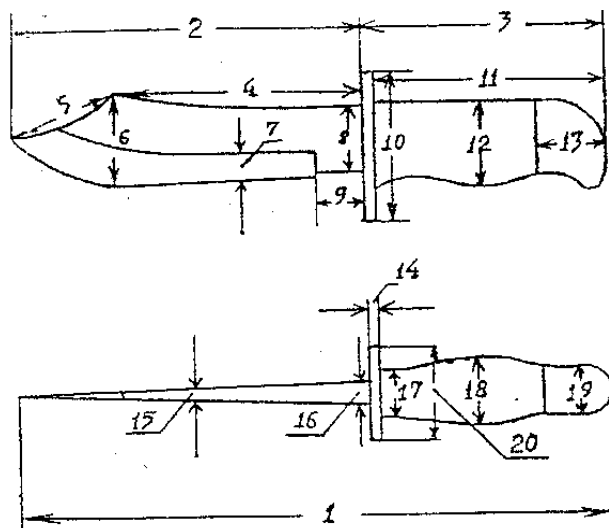

Рис. 1
Задание. У задержанного изъят нож (рис. 1). Необходимо составить экспертное заключение об отнесении изъятого ножа к холодному оружию.
5. Произвести поиск аналога ножа по основным его размерам (рис. 1), для чего: